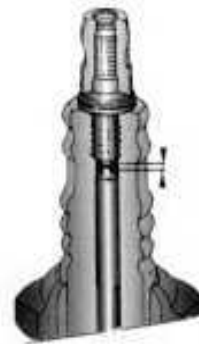

Figura 2.44
- a) Bujía de encendido con **supresor tipo "Disruptor"**. Este tipo de estrategia para eliminar las interferencias de radio frecuencia, consiste en proveer a la bujía de una distancia disruptiva interna que ayuda a la eliminación de las RFI (siglas en ingles de Interrupciones de Radio Frecuencia) (figura 2.44).